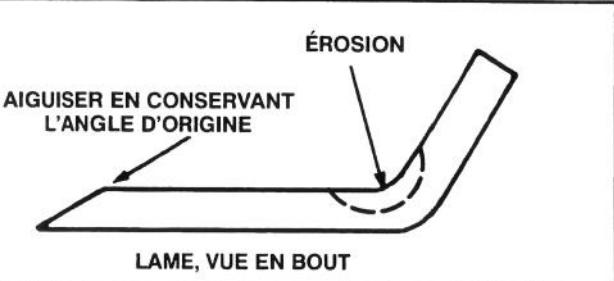

Figure 21
7. A l'aide d'une lime, aiguiser le tranchant aux deux extrémités de la lame (Fig. 21).
Vérifier la lame de coupe chaque fois que la machine est dressée sur l'arrière. Si le boulon de fixation de la lame est desserré, le serré à 61-81 Nm. Remplacer la lame ou le bord relevé (Fig. 21) à l'extrémité de la lame s'il est usé, érodé ou fendu. Remplacer la lame si elle est tordue. Toujours utiliser les véritables lames de rechange TORO afin de garantir une sécurité et performance optimales. NE JAMAIS UTILISER D'AUTRES LAMES PRÉTENDUES COMPATIBLES.